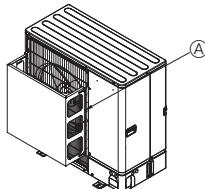
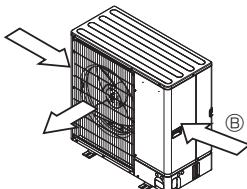

Fig. 2-5
Fig. 2-6
- ② Installer un guidage d'air optionnel si l'appareil est placé dans un endroit où les vents violents d'une tempête, par exemple, pourraient s'engouffrer directement dans la sortie d'air. (Fig. 2-5)
- ③ Guidage d'air
- ④ Placer l'appareil de sorte que la sortie d'air souffle dans la direction perpendiculaire à celle des vents saisonniers, si celle-ci est connue. (Fig. 2-6)
- ⑤ Sens du vent